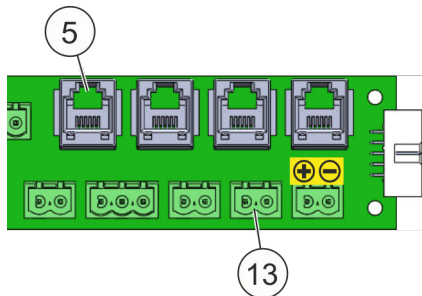
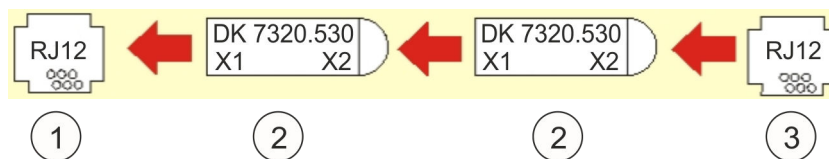

Abb. 41: Anschlüsse Türkontaktschalter
Abb. 42: Installationsschema für den Türkontaktschalter "RJ12-Stecker" (Zugangssensor)
Der Türkontakt-Eingang "5" (Abb. 41/5) ist für den Schaltertyp Rittal 7320.530 (Abb. 43/2 oder 3) ausgelegt. Türkontaktschalter der Variante "RJ12-Stecker" an den Türkontakt-Eingang "5" anschließen. Den Anschluss entsprechend Abb. 42 und Abb. 43 ausführen.
- 1 Türkontakt-Eingang "5" (Abb. 41/5)
Der vormontierte Abschlusswiderstand (Abb. 41/13) muss bei der Verwendung des Schalters "Rittal 7320.530" entfernt werden.